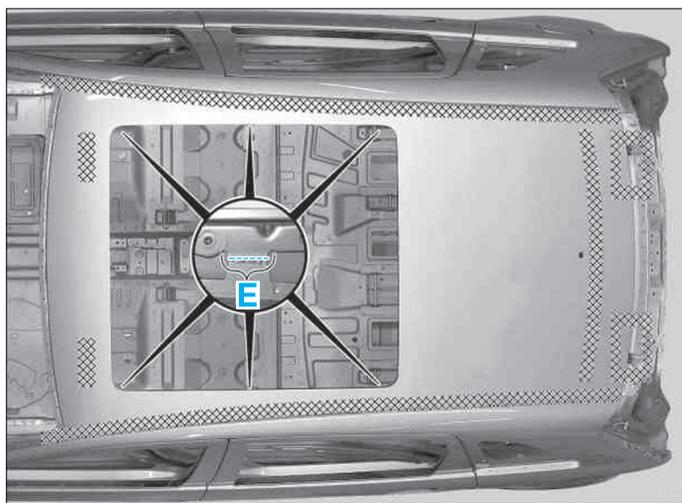

FIG. 91
- Véhicule avec toit ouvrant, fraiser les points de soudure, zone (E) (Fig.91).